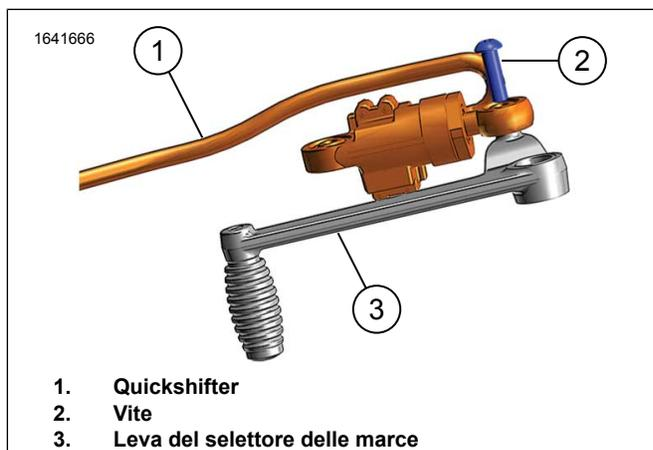

Figura 3. Installare il Quickshifter sulla leva del selettore
1. Vedere la figura 3. Montare il sensore del quickshifter (1) sulla leva del selettore (3), usando l'apposita vite (2). Serrare.